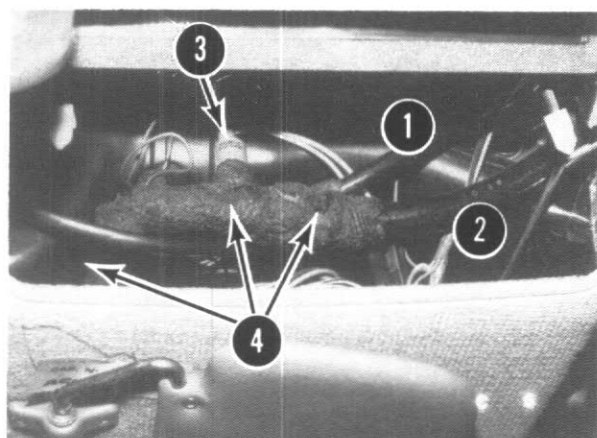

FIGURE 43
Après mise en charge du système et la recherche des fuites, isolez la valve et les canalisations à la sortie de l'évaporateur en utilisant du ruban spécial (voir 4 Fig. 43) pour empêcher la formation de glace.
Réinstallez la sonde, attachez-la sur le coude propre et isolez les pièces avec du ruban spécial (4) Fig. 43. Vérifiez le fonctionnement de nouveau mais arrêtez le moteur si les mêmes résultats persistent ou si la basse pression tombe en-dessous de zéro.